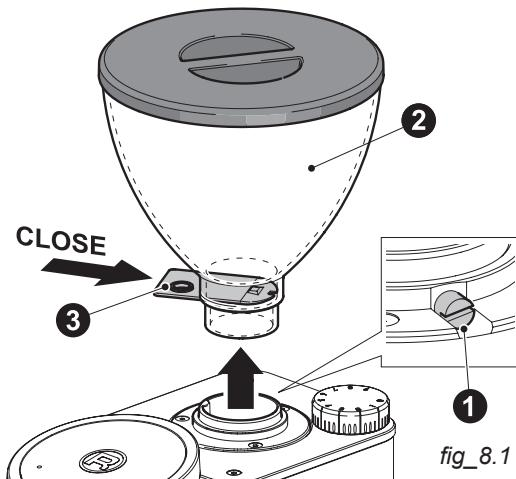

fig. 8.1
Per la pulizia interna della macchina è necessario svitare la vite di sicurezza posta sul lato sinistro (1 - fig. 8.1), e rimuovere la tramoggia (2).
Assicurarsi, prima di rimuovere la tramoggia con grani di caffè al suo interno, di chiudere la ventola (3 - fig. 8.1), per evitare fuoriuscite accidentali e macinare il caffè residuo presente all'interno della camera di macinatura.